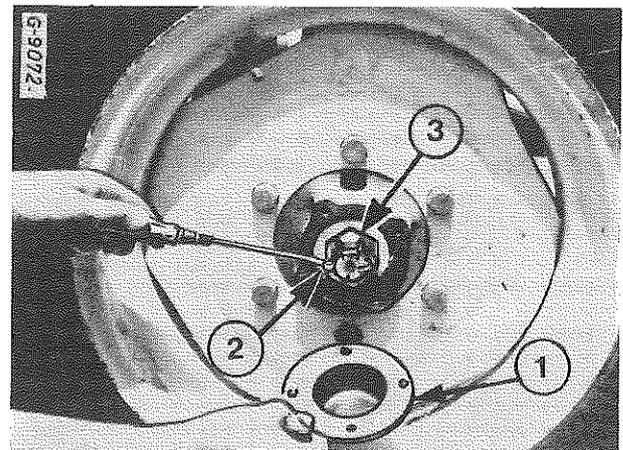

Figure 105
Otez les chapeaux de moyeux (1) Fig. 105 et les goupilles (2).